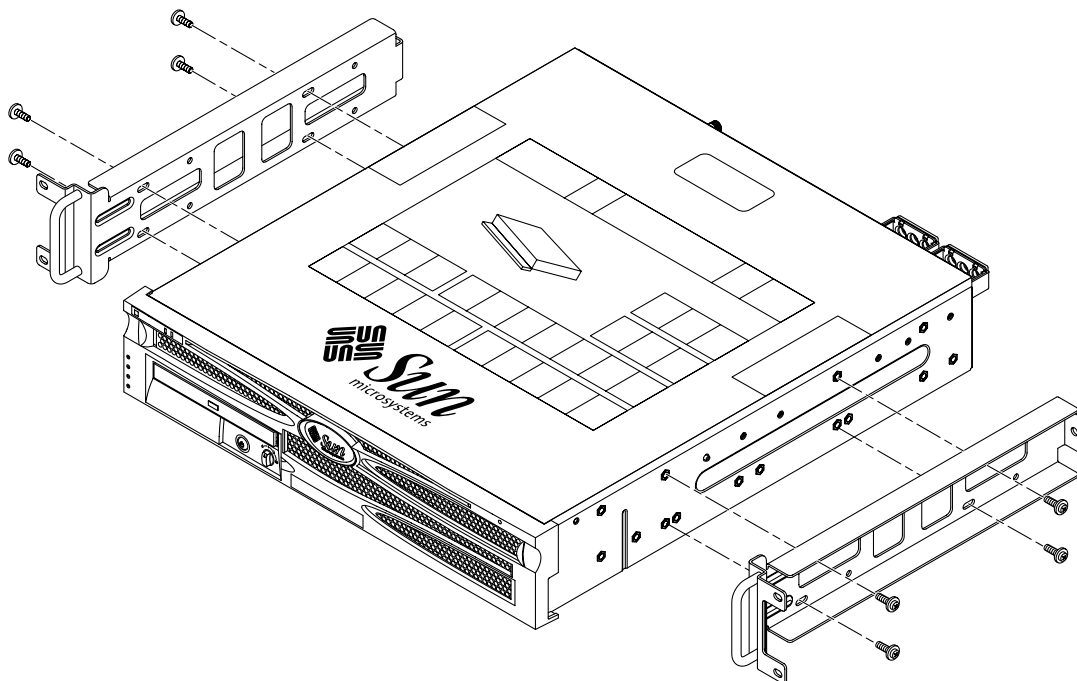

図 3-19 サーバーへの側面レールの取り付け
10. 各側面レールに M5×10 SEM ねじを 4 本ずつ (合計 8 本) 使用して、サーバーの側面にレールを取り付けます (図 3-19 を参照)。